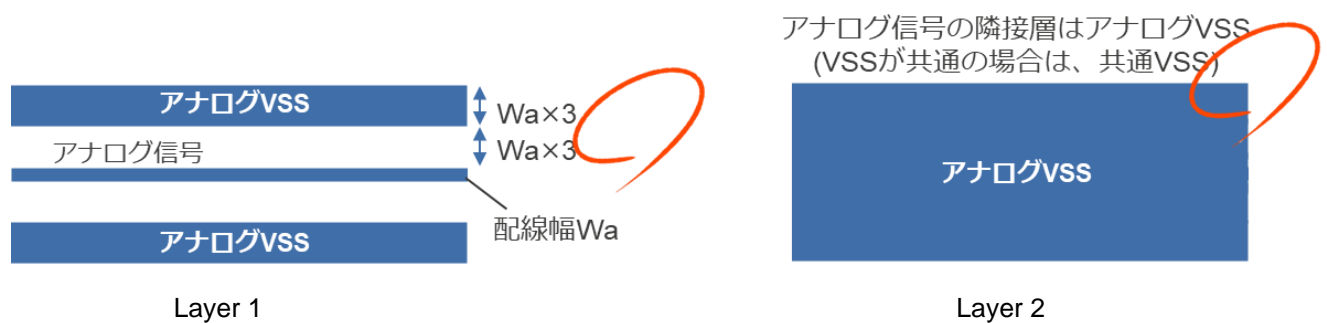

図 17. Analog の推奨設計イメージ図：シールド配線の例 (平面図)
- ・アナログ端子の信号配線は Min 配線幅で且つ、電源/VSS/他信号 (特に大電流が流れるパターンや高速信号パターン) と同層/隣接層含め隣接並走させず、アナログ VSS でシールドする。アナログ VSS シールド配線幅はアナログ信号配線幅の 3 倍以上、アナログ信号配線とアナログ VSS シールドの間隔は配線幅の 3 倍もしくは隣接層間との 3 倍を目安に確保する (図 17)。